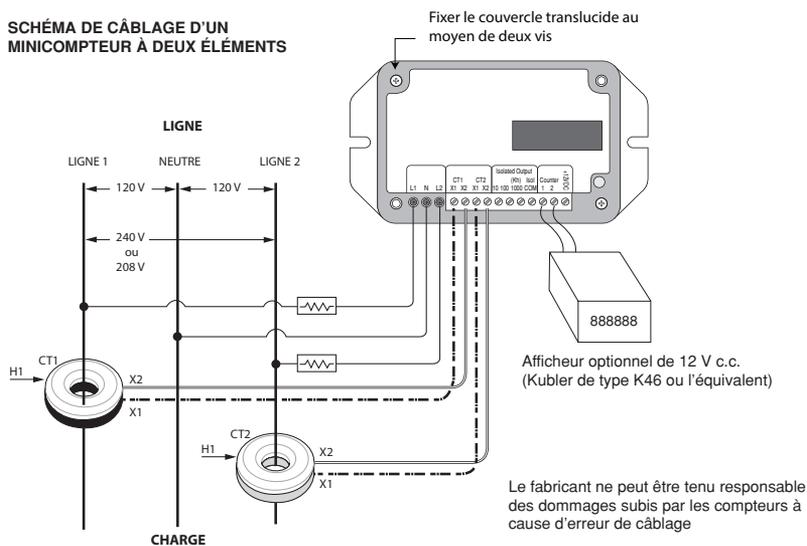

Figure 7 - Schémas de câblage de minicompteurs à un ou à deux éléments
3. Raccorder des fils de calibre 18 AWG au moins, dotés d'un isolant résistant à 300 V minimum aux endroits correspondant à la ligne et au neutre dans le panneau à disjoncteurs, conformément à tous les codes locaux et nationaux de l'électricité (voir les schémas de la figure 7).